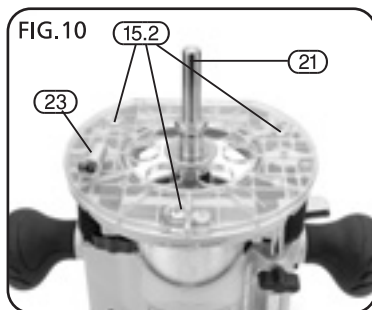

FIG.10
9.6 CENTRING THE PLUNGE BASE - FIG. 10